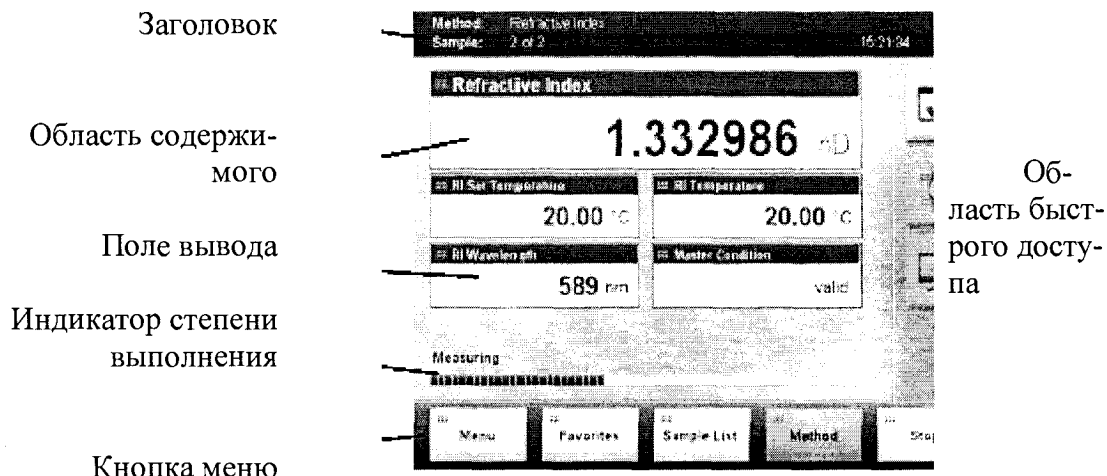

Рисунок 2 – Внешний вид главного экрана
6.2.4 Изучить основные элементы управления рефрактометров моделей Abbemat 350 и Abbemat 550 (см. рисунок 2).